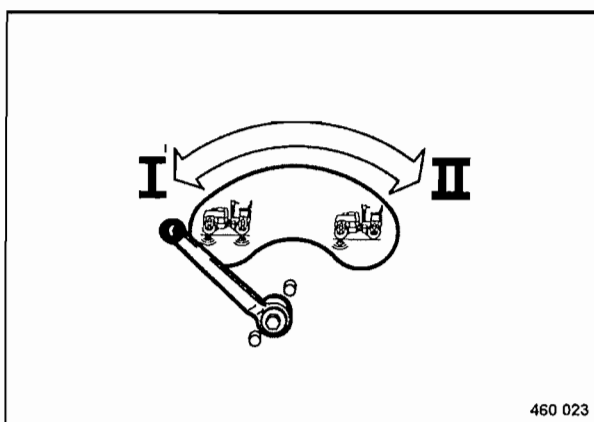

Fig. 53
- Con la llave esférica (Fig. 53) se debe preseleccionar el rodillo o los rodillos deseados.